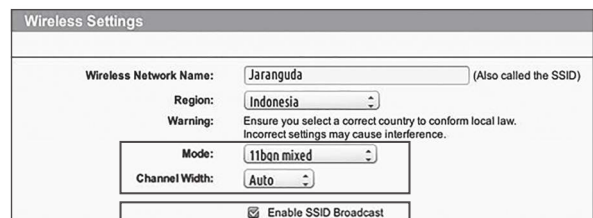

Fig. 1
2. Vergewissern Sie sich, dass der 802.11 WLAN-Modus des Routers b/g/n gemischt ist. (siehe Abb. 1)
3. Vergewissern Sie sich, dass der Routerkanal/die Bandbreite der WLAN-Einstellung auf Auto oder 20M oder 20M gemischt 40M gestellt ist. (siehe Abb. 1)
4. Vergewissern Sie sich, dass die Funktion SSID-Broadcast aktivieren des Routers eingeschaltet ist, wenn Sie die Maschine mit der APP verbinden. Nach erfolgreicher Verbindung können Sie die Konfiguration schließen. (siehe Abb. 1)